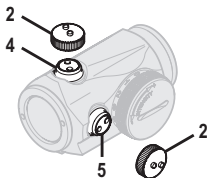

Abb. 2 Abdeckungen entfernen
- a Öffnen Sie die Linsenabdeckungen (3).
- b Drehen Sie den Drehschalter (8) im Uhrzeigersinn, bis der Leuchtpunkt eine zur Zielerkennung zufriedenstellende Helligkeit aufweist.
- c Entfernen Sie die Schutzkappe (2) um die Höhenstellschraube (4) und die Seitenstellschraube (5) zu erreichen. Siehe Abb. 2.
- d Die Schutzkappe (2) oder das Werkzeug (11A) muss eingesetzt werden, um die Stellschrauben zu drehen. Setzen Sie die Noppen auf der Schutzkappe (2) in die Ausnehmungen der Einstellschrauben (4) und (5) ein.